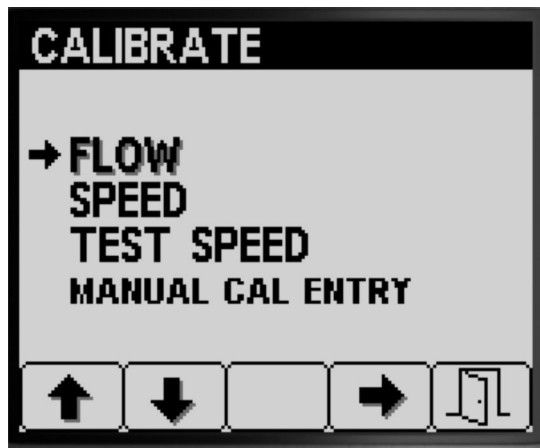

Bild 41
2. Drücken Sie Taste 1 oder Taste 2 auf dem Untermenü KALIBRIERUNG, um auf die Option FLUSS zu navigieren (Bild 41).
3. Drücken Sie Taste 4, um die Option „Flusskalibrierung“ auszuwählen (Bild 41).